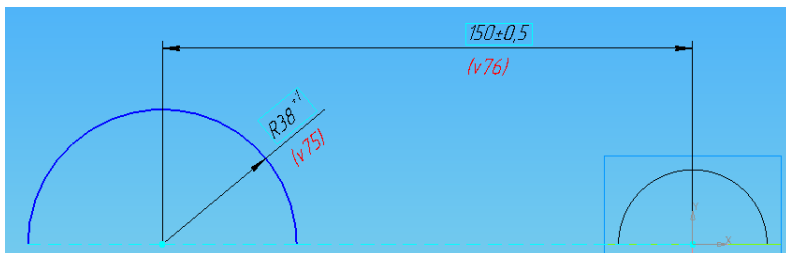

Рис.2 – Побудова Ескізу 2 приливу кришки
4. Аналогічно створити Ескіз 2 для другого приливу, вказавши радіус дуги 38 мм, відстань між приливами (міжосьову відстань передачі) 150 мм за допомогою кнопки *Авторазмер*. При побудові має бути включена прив'язка *Вирівнювання*, щоб правильно розташувати центр другого приливу по відношенню до першого (Рис.2). За ескізом створити поверхню видавлювання теж на відстань 33 мм.